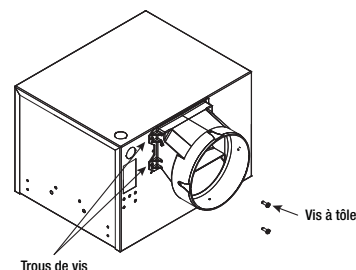

Figure 6 — Fixation du raccord de gain rond de 15,2 cm
3. Fixer le raccord de gaine au caisson par les trous de fixation et deux (2) vis à tôle d'origine, comme sur la Figure 6.